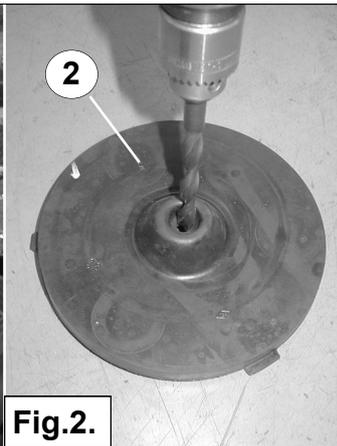

Fig.2.
4. Demonteer de rubber schijf 2 en boor een gat van  $\varnothing 10\text{mm}$  in het midden. Zie fig.2.
4. Dismount the rubber disc 2 and drill a hole of  $\varnothing 10\text{mm}$  in the middle see fig. 2.
4. Demontieren Sie die gummi Scheibe 2 und bohren Sie ein Loch von  $\varnothing 10\text{mm}$  in dem Mitten. Sehe fig.2.
4. Démontez la rondelle en caoutchouc 2 et forez un trou de  $\varnothing 10$  mm en son centre. Voir fig. 2.
4. Demontera gummibricka 2 och borra ett 10mm hål i mitten på brickan. Se fig. 2
4. Desmonte el disco de goma 2 y taladre en el centro un agujero de  $\varnothing 10$  mm. Véase fig. 2.